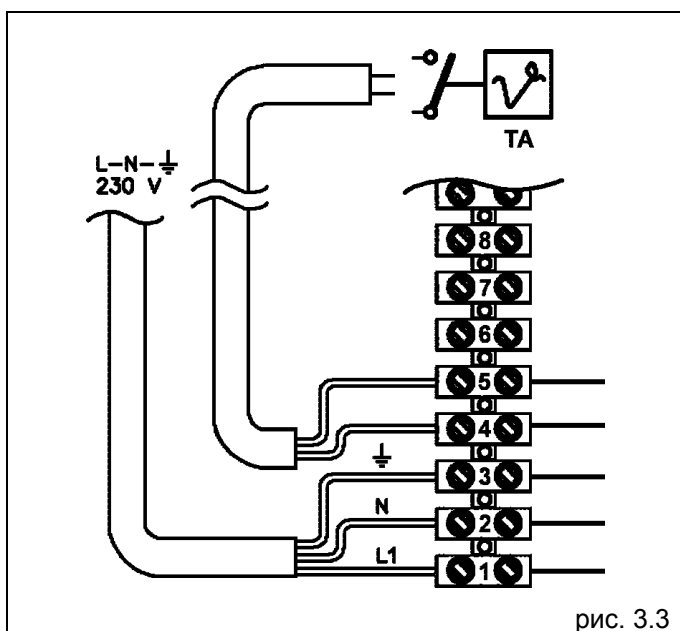

рис. 3.3
- подключение регулятора комнатной температуры (ТА) (рис. 3.3)